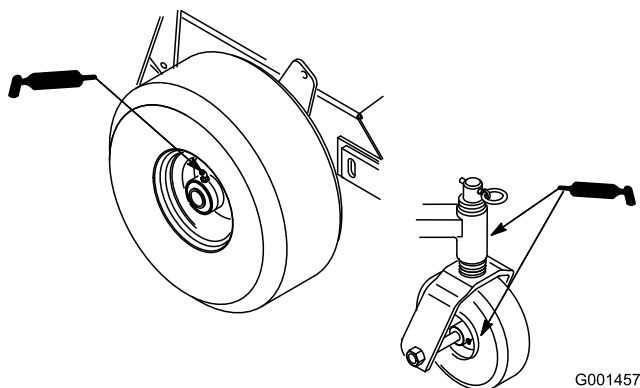

Figure 23
1. Lubrifiez les roulements des roues avant ainsi que les pivots avant (Figure 23).
2. Graissez les roulements des roues motrices (Figure 23).